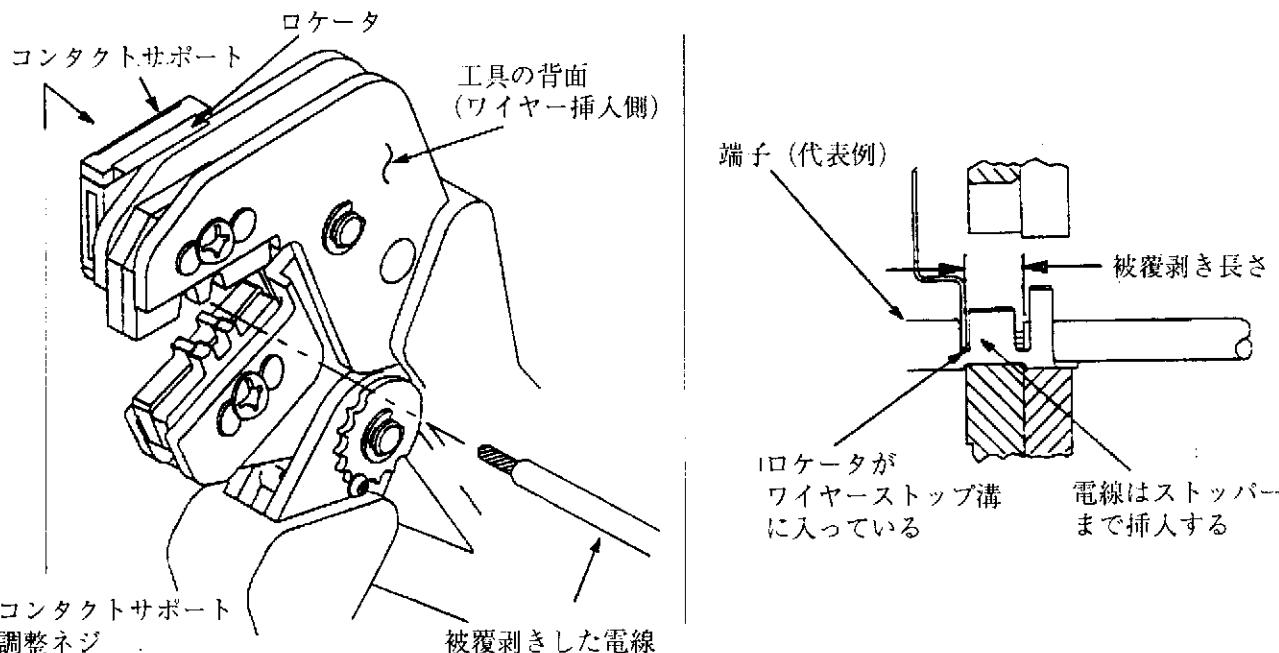

Fig. 3
4. コンタクトサポートの調整 (Fig. 3)
Fig. 1 を参照し、使用する電線の電線サイズ、被覆外径を選択して下さい。また、Fig. 1 に示された長さに従って電線を被覆剥き（ストリップ）して下さい。この際電線に傷を付けたり心線を切らないように注意して下さい。適用する端子を選び、工具に刻印されたマークに従って正しい圧着位置を決定します。Fig. 3 を参照し、以下の手順で圧着して下さい。
- 端子の位置決めをします。勘合側がロケータ側に来て、バレルの”U”字が上を向くようにして端子をアンビルの上に置きます。Fig. 3 を参照して下さい。ロケータがワイヤバレルの先端に当たるようにします。
5. 被覆剥きした電線を端子のバレル部に挿入します。Fig. 3 に示す様にストッパーに当たるまで挿入して下さい。